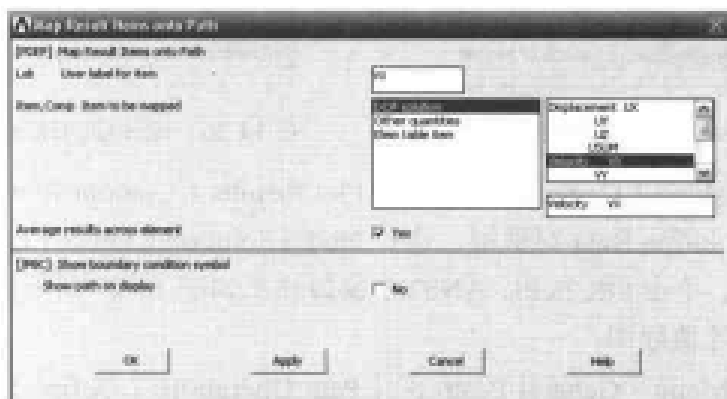

图 14-30 映射计算结果到路径上对话框
(7) 选择 Main Menu | General Postproc | Path Operations | Map onto Path 命令, 出现 Map Result Items onto Path 对话框, 在 Lab User label for item 文本框中输入 VX, 在 Item,Comp Item to be mapped 的两个列表框中分别选择 DOF solution、Velocity VX 选项, 其余选项采用默认设置, 如图 14-30 所示。